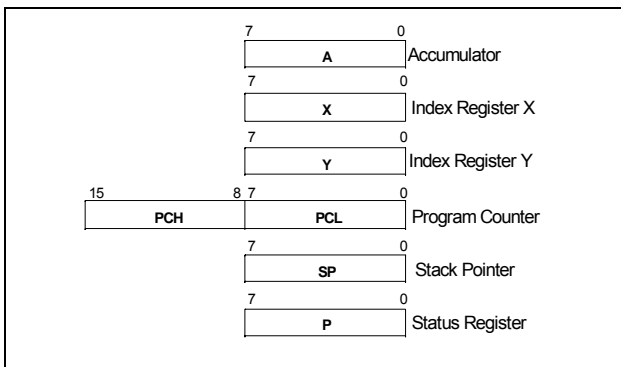

图 5-1 CPU 寄存器
SPMC65 CPU 有 6 个寄存器：程序指针 (PC)、累加器(A)、X 寄存器、Y 寄存器，堆栈指针(SP)、状态寄存器 (P)。其中程序指针 (PC) 是一个 16 位寄存器，其它都是 8 位寄存器，见下图 5-1。